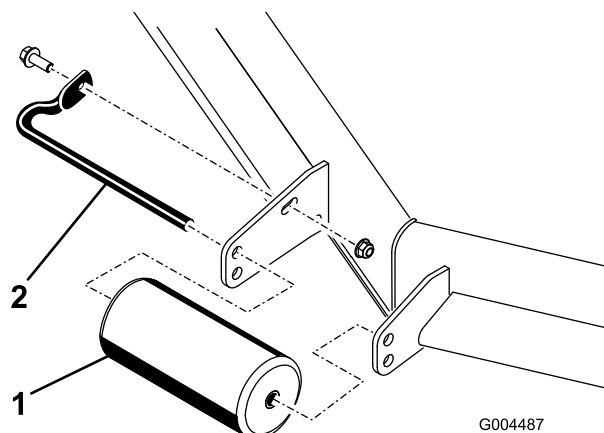
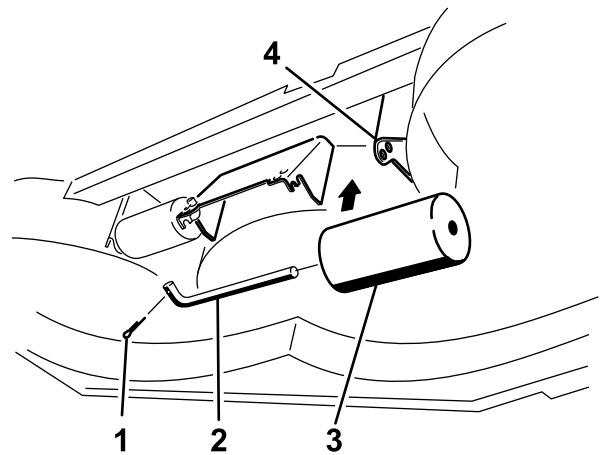

Figure 20
Figure 24
- Retirez les fixations de chaque galet sur le plateau de coupe et montez ou abaissez les galets selon le cas ; reportez-vous aux Figure 20 à Figure 24 selon ce qui convient à votre tondeuse.